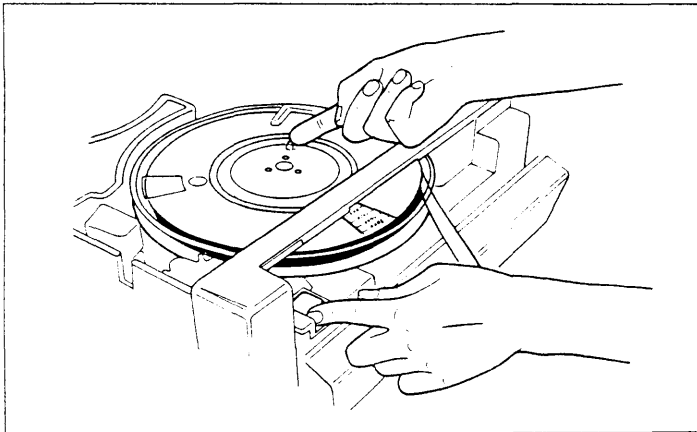

Bild 4 Manuelles Einlegen einer Bandschleife und Entriegeln
AUTOLOAD OVERRIDE ist ein mechanischer Schalter, an den Sie durch Öffnen der Fronttür des Geräts gelangen. Sie können mit diesem Schalter den Verriegelungsmechanismus der Abwickelspule freigeben, in dem Sie auf den Schalter drücken und gleichzeitig die Spule im Uhrzeigersinn drehen. Wenn Sie auf den Schalter drücken und gleichzeitig die Spule gegen den Uhrzeigersinn drehen, rastet der Verriegelungsmechanismus ein (siehe Bild 4).
4. Drücken Sie die rote Taste AUTOLOAD OVERRIDE an der linken unteren Seite der Frontöffnung, um ein manuelles Verriegeln der Vorratsspule zu ermöglichen. Drehen Sie die Spulenaufnahme gegen den Uhrzeigersinn kräftig, bis Sie den deutlich spürbaren Verriegelungswiderstand überwinden haben (siehe Bild 4). Die Spule ist nun mit der Spulenaufnahme verriegelt.